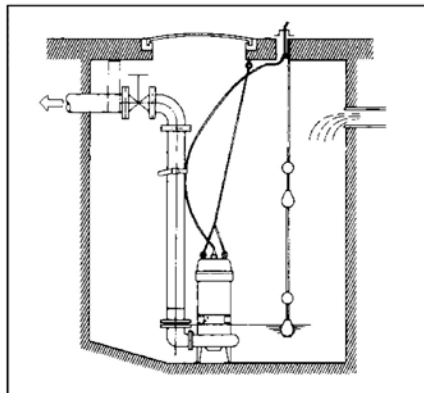

Fig. 1
- (1) Limpe o local de instalação.
- (2) O cabo elétrico não deve sofrer nenhum tipo de tração enquanto a bomba estiver sendo transportada ou instalada. Use uma corrente ou cabo de aço preso à alça para içar a bomba.
- (3) Certifique-se que a bomba será instalada verticalmente em uma base estável e nivelada.
- (4) Instale a bomba em um local dentro da estação onde a turbulência seja mínima.
- (5) Caso exista algum tipo de fluxo de líquido dentro do tanque, fixe o cabo elétrico em local apropriado (Veja fig.1).
- (6) Instale a tubulação de maneira que não ocorra entrada de ar, se a tubulação tiver que ser instalada de maneira que seja inevitável a entrada de bolhas de ar, instale uma válvula de alívio de ar na linha.
- (7) Não permita que o final da tubulação de descarga fique submersa, pois pode ocorrer contra fluxo quando da parada da bomba.
- (8) Bomba não automática (modelo DGBR) não possui sistema automático de controle de nível baseado em bóias. Não opere a bomba por muito tempo o nível baixo de água, próximo ao nível mínimo. Caso isso aconteça o motor poderá superaquecer, acionando o protetor térmico.